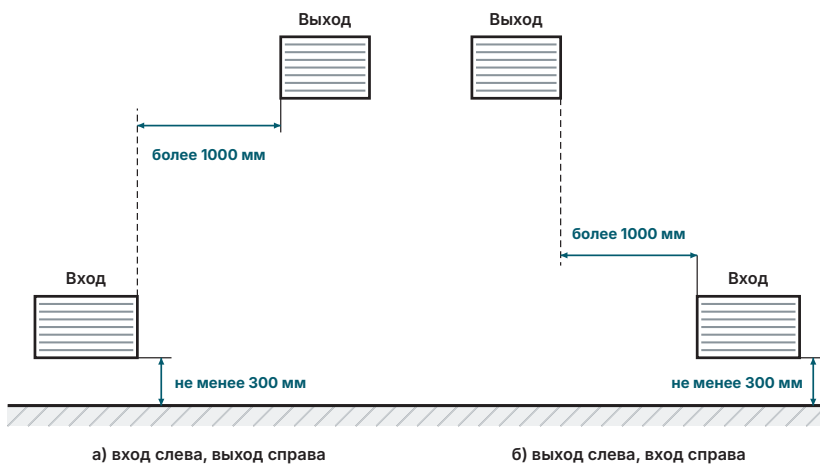

Рис. 32. Расстояние между приточным и вытяжным отверстиями
- Приточные отверстия в стене помещения располагаются у пола, но не ниже 300 мм от пола; расстояние между приточным и вытяжным отверстиями — более 1000 мм (рис. 32).